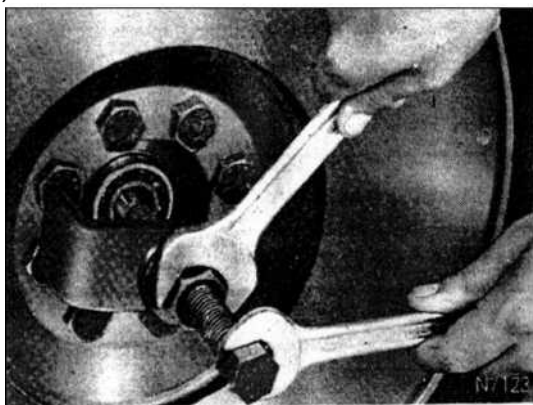

РИС. 43
- 6) Удалите центрирующий подшипник шейки коленчатого вала, используя съёмник 2576 5890 0208 (рис. 43).